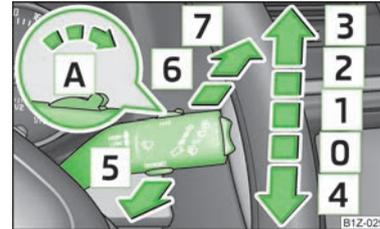

Fig. 35
- Si está conectado el barrido lento [\[2\]](#) » fig. 35 de la página 49 o rápido [\[3\]](#) y la velocidad del vehículo disminuye por debajo de 4 km/h se conectará la velocidad de barrido inmediatamente inferior. En caso de aumentar la velocidad a más de 8 km/h se restablecerá el anterior barrido.
- Si se desea limpiar el parabrisas sólo **brevemente**, empujar la palanca a la posición de suspensión elástica [\[4\]](#) » fig. 35. Si se mantiene la palanca en la posición inferior durante más de 1 segundo, el limpiaparabrisas funcionará con mayor rapidez.
- Levantar la palanca a la posición [\[1\]](#) » fig. 35.
- Levantar la palanca a la posición [\[2\]](#) » fig. 35.
- Levantar la palanca a la posición [\[3\]](#) » fig. 35.
- Tirar de la palanca hacia el volante a la posición de suspensión elástica **[5]** » fig. 35; el sistema lavacrystal funciona inmediatamente, las escobillas limpiarán un poco después. A una velocidad superior a 120 km/h, los sistemas lavacrystal y limpiacrystal trabajan al mismo tiempo.
- Colocar la palanca en la posición **[1]** » fig. 35.
- Empujar la palanca, apartándola del volante, a la posición **[6]** » fig. 35, la escobilla barrerá cada 6 segundos.
- Tirar de la palanca del volante hacia adelante en la posición suspendida **[7]** » fig. 35; el sistema lavacrystal funcionará inmediatamente, la escobilla limpiará un poco después. Mientras se mantenga la palanca en esta posición, funcionarán el limpiacristales y el sistema lavacrystal.
- Volver a colocar la palanca en la posición básica **[0]** » fig. 35.
Si la palanca del limpiaparabrisas está en la posición **[2]** » fig. 35 de la página 49 o **[3]**, y se circula a una velocidad superior a 5 km/h, se produce un barrido en la luneta posterior cada 30 segundos o 10 segundos.
Los faros se limpiarán después del primer y tras cada quinto rociado del parabrisas si está conectada la luz de cruce o de carretera y se ha mantenido la palanca del limpiaparabrisas durante aprox. 1 segundo en la posición **[5]** » fig. 35 de la página 49.
- A continuación, empujar en el transcurso de 20 segundos la palanca del limpiaparabrisas a la posición  » fig. 35 de la página 49 - los brazos de las escobillas se desplazarán a la posición de servicio.